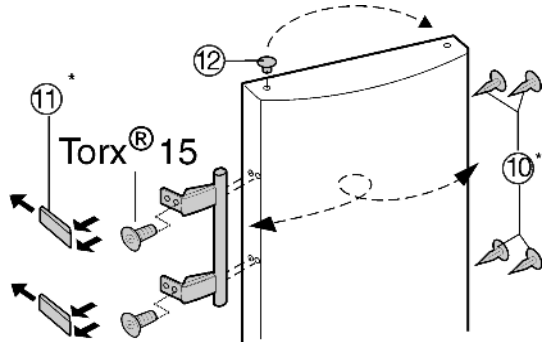

Fig. 6
- ▶ Извлеките пробку *Fig. 6 (12)* из опорной втулки дверцы и переставьте.
- ▶ Снимите и переставьте на противоположную сторону дверную ручку, пробку *Fig. 6 (10)* и прижимные пластины *Fig. 6 (11)*.